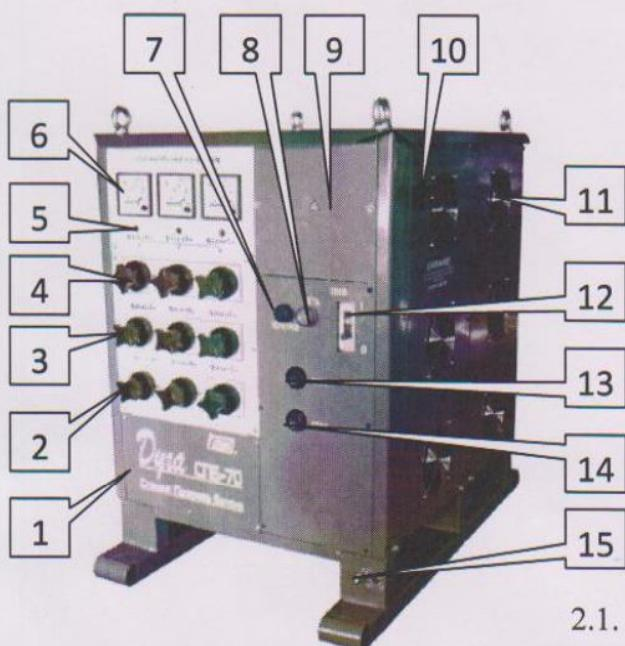

Рис.1. Общий вид станции прогрева бетона.
2.2. Станция включает в себя: высокоэффективный трехфазный трансформатор, пускатели, нагрузочные клеммы, автоматический выключатель, вентиляторы охлаждения, термодатчики, световые индикаторы и измерительные приборы. Станция «*Dyva* СПБ-70» смонтирована в цельносваренном, из современного стального профиля, корпусе (Рис.1 поз.1). Для перемещения станции и удержания ее на весу на верхней крышке станции предусмотрены рымболты.
2.3. На лицевой панели (рис.1) размещены амперметры (Рис.1 поз.6) для контроля тока нагрузки по фазам, выходные клеммы (Рис.1 поз.2-4) для подключения нагрузки.
2.4. Ввод питающего кабеля осуществляется через сальник (Рис.1 поз.10), расположенный на боковой крышке корпуса станции. Фазные жилы кабеля подключаются к клеммам автоматического выключателя (Рис.1 поз.12), который отключает сеть при коротком замыкании и перегрузках станции. Сигнальная лампа зеленого цвета «Сеть» (Рис.1 поз.8) сигнализирует о переводе в рабочее состояние автоматического выключателя (Рис.1 поз.12) и наличии питающего сетевого напряжения. Сигнальные светодиоды (Рис.1 поз.5), расположенные под амперметрами, светятся при переводе пускателя кнопкой "Пуск" (Рис.1 поз.13) в рабочее состояние. В этом состоянии пускателя, электрический ток подключается к нагревателям бетона через нагрузочные клеммы станции. Сигнальная лампа красного цвета «Перегрев» (Рис.1 поз.7) светится при срабатывании любого из трёх термостатов, вмонтированных в трансформаторы. При превышении рабочей температуры трансформаторов выше 110 градусов Цельсия,
термостаты разорвут цепь питания пускателя, что, в свою очередь, отключит нагрузку станции от питающей сети. Работа вентиляторов (Рис.1 поз.11), при этом продолжается и, при снижении температуры до 80 градусов, вновь создаются условия подключения станции к нагрузке повторным нажатием кнопки "Пуск".
2.5. За люком (Рис.1 поз.9) в зоне подключения сетевого кабеля на клемму с маркировкой «N» подключается нулевой **рабочий** провод. Для подключения нулевого **защитного** провода «PE» там же предусмотрен болт, приваренный к корпусу. Для осуществления всех необходимых мероприятий по обеспечению безопасной эксплуатации станции на основании корпуса предусмотрен болт (Рис.1 поз.15) для подключения к внешнему заземляющему контуру или отдельному заземлителю.
4.1. Станция предназначена для питания от трехфазной пятипроводной сети. Нулевая **защитная** жила сетевого кабеля (PE) должна быть надежно присоединена к болту, приваренному к корпусу за люком (Рис.1 поз.9) в зоне подключения сетевого кабеля, а нулевая **рабочая** жила сетевого кабеля – к зажиму с маркировкой «N».
* подключить промежуточные соединительные провода нагрузки к выходным зажимам станции (Рис.1 поз.2-4), равномерно распределяя нагрузку между зажимами.
5.2. Заземлить станцию (болт заземления (Рис.1 поз.15) находится на корпусе станции и обозначен символом )
5.3. Снять люк корпуса (Рис.1 поз.9). Ввести пятижильный кабель через сальниковый ввод (Рис.1 поз.10) в зону его подключения.
5.6. Подключить фазные жилы сетевого кабеля к клеммам автоматического выключателя (Рис.1 поз.12). Концы сетевых питающих проводов должны быть защищены от изоляции на 10 мм и оконцованны под болт М6. Сечение фазных жил кабеля должно быть не менее приведенных в таблице 5.1
5.6. – Включить автоматический выключатель (Рис.1 поз.12);
– нажать кнопку «Пуск» (Рис.1 поз.13);
– величина тока нагрузки контролируется по амперметрам (Рис.1 поз.6);
– если необходимо переключиться на другую ступень напряжения силового трансформатора – необходимо отключить нагрузку кнопкой «Стоп» (Рис.1 поз.14) и отключить станцию от питающей сети автоматическим выключателем (Рис.1 поз.12).